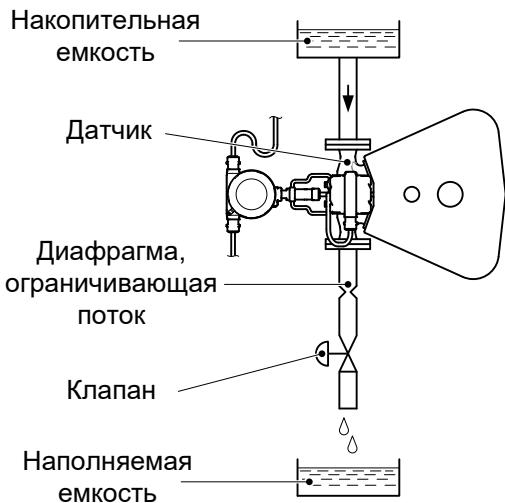

Рисунок 2.1 – Дополнительные меры при вертикальной установке датчика и течении жидкости сверху вниз
2.2.4.3 При вертикальном расположении датчика и протекании жидкости в направлении сверху вниз необходимо предотвратить опорожнение труб датчика в процессе измерений. Для этого ниже датчика по потоку нужно организовать сужение трубопровода и установить вентиль или клапан (рисунок 2.1).